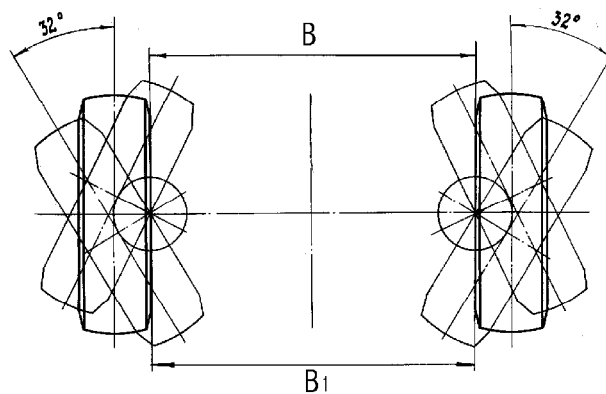

Рис. 26. Установка управляемых колес
Регулирование схождения передних колес. Схождение передних колес проверять при номинальном давлении воздуха в шинах замером разности расстояний В₁ и В (рис. 26) по бортам ободьев колес. Порядок проверки:
- раздвижной линейкой измерить расстояние В₁ между бортами ободьев колес в задней части на уровне центров колес, и отметить места замеров. Перекатить автомобиль, чтобы отмеченные точки оказались впереди, и измерить расстояние В. Спереди расстояние должно быть на 1- 3 мм меньше чем сзади. Если разность расстояний В₁ и В выходит за вышеуказанные пределы, то регулировать схождение колес изменением длины поперечной рулевой тяги, ослабив затяжку болтов наконечников тяги рулевой трапеции. Отрегулировав схождение, затянуть болты наконечников тяги. Углы поворота ограничиваются постоянными нерегулируемыми упорами, величина их указана на рис. 26.